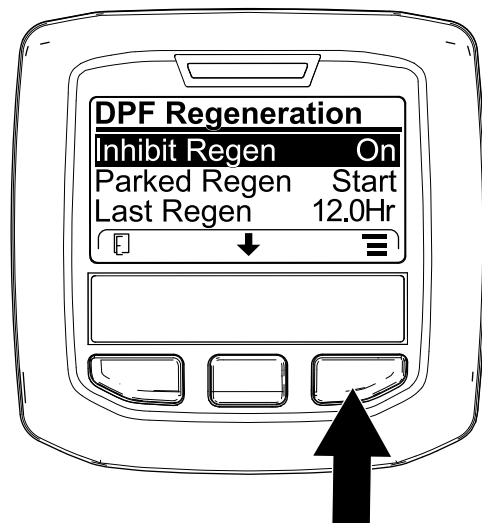

Figura 50
- Acceda al menú DPF Regeneration (Regeneración de DPF), pulse el botón central para desplazarse hacia abajo, hasta la opción INHIBIT REGEN (Inhibir regeneración) y pulse el botón derecho para seleccionar la opción Inhibit Regen (Figura 50).
- Pulse el botón derecho para cambiar el ajuste de inhibición de regeneración de Activado a Desactivado (Figura 50) o viceversa (Figura 51).